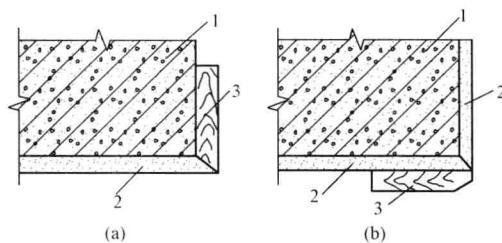

图1-2 反贴嵌卡八字靠尺
(1) 外墙抹水泥砂浆大面积施工前,应先做样板,经鉴定并确定施工方法后才能进行抹灰。
(2) 如遇到阳角大角,要在另一侧反贴八字靠尺,尺棱边出墙与灰饼平齐,靠尺黏结完要挂垂线检查,然后依尺抹灰、刮平、搓平。做完一面后再反尺正贴在抹好的一面做另一面,方法相同,如图1-2所示。
(3) 抹罩面灰时宜采用1:2.5(体积比)的水泥砂浆,从上到下、从左到右进行施工。
(4) 可在装档前先抹出若干条标筋后再装档,也可由专人在前做标筋,后跟人装档。标筋的厚度与上下灰饼齐平。
(5) 对于柱子等应短边设置分格缝,统一标高,拉通线弹出水平分格线;窗间墙竖向分层分格缝,几个层段应统一吊线分格。
(6) 窗台的抹灰应尽可能推迟,待结构沉降稳定后进行窗台抹灰,同时抹灰后要加强养护,以防止砂浆的收缩内力和负弯矩引起的外力组合在一起,使抹灰面产生裂缝。
(7) 标筋与装档的相距时间,应以标筋尚未收缩、装档时大杠上去不变形为宜。
(8) 分格条在使用前要在清水中泡透。水平分格条应黏贴在水平线下边,竖向分格条应黏贴在垂直线左侧,以便于检查其准确度,并防止发生错缝和不平现象。
(9) 外墙抹灰由于墙体跨度大,墙身高,接槎多,施工有一定难度。基层浇水湿润是关键,浇水量要适当,浇水量多,容易使抹灰层产生流坠,变形凝结后易造成空鼓;浇水量不足,施工中砂浆干燥快,不易修理。
(10) 当打底时遇到门窗洞口时,可随抹墙一同打底,也可先把离洞口一周50mm及侧